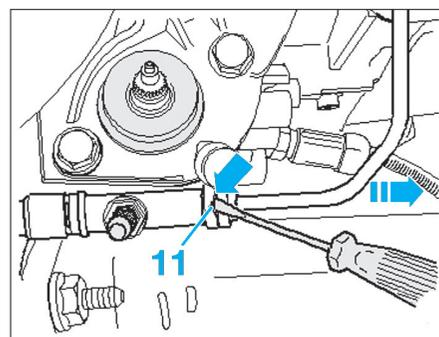

Fig. 7
- Extraire l'agrafe (11) pour la conduite combinée rigide/flexible jusqu'en butée en faisant lever avec un tournevis (Fig.7).